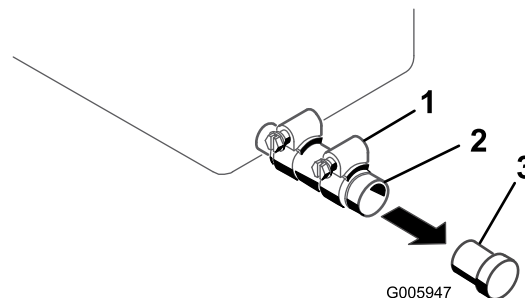

Figure 30
- Placez un bac de vidange sous le tube de vidange (Figure 30).
- Desserrez le collier et enlevez l'obturateur (Figure 30).